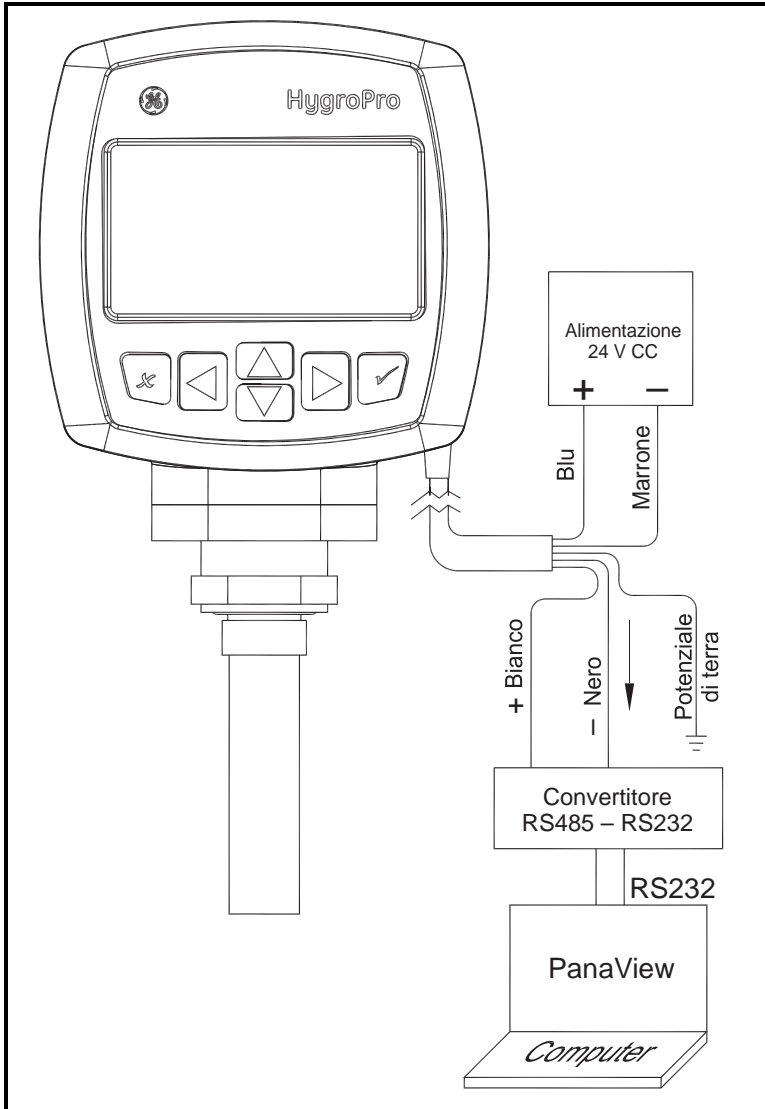

Figura 4. Collegamenti del cablaggio delle comunicazioni digitali
2. Utilizzando i conduttori liberi all'altra estremità del cavo del trasmettitore, collegare il trasmettitore all'alimentazione e al computer conformemente a quanto indicato nella Figura 4 a pagina 9. Per una descrizione dei conduttori occorrenti e di quelli forniti a corredo della strumentazione, consultare la tabella 2 in basso.